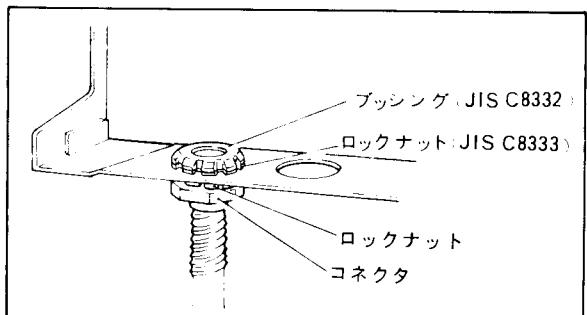
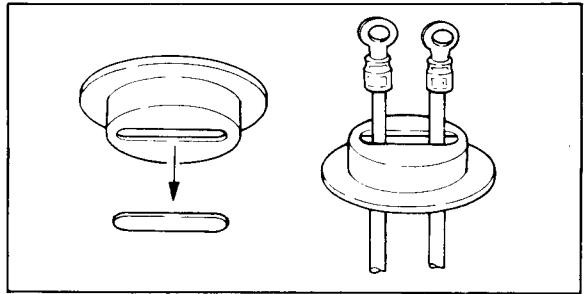

図10-3 コンジット配線
図10-4 防塵プラグ
- (6) 線が人体に触れるような状態で配線する場合、あるいは現場パネルに取付けて使用する場合は、コンジット配線を推奨します(図10-3)。
- (7) 測定回路にはシールド線を使い、シールドは本器のアース端子に接続します。
- (8) 測定回路は、電源回路や接地回路から離しますしたがってコンジット配線の場合、別々のコンジットを通します。
- (9) 電源の非接地側は、L1電源端子に接続します。
- (10) アース端子は、必ず低い接地抵抗で接地します。
- (11) コンジット配線をしない場合は、防塵プラグを使います。防塵プラグは中央のくぼみをナイフで切り取り、そこに線を通して配線します(図10-4)。